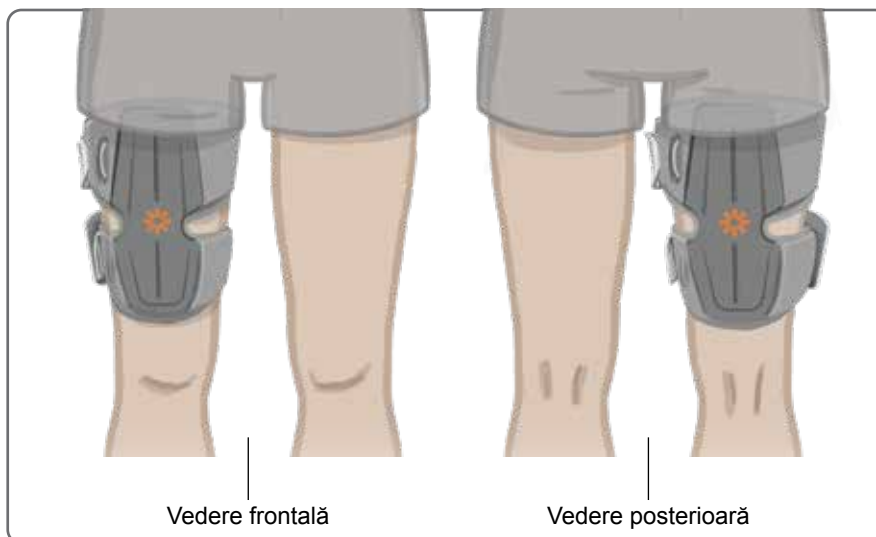

Figura 8-18: Poziția corectă a jambierei Thigh:
5. Centrați puntea pe linia mediană a coapsei. Consultați Figura 8-18.
6. Strângeți benzile introducând catarama pentru benzi în cârligul atașat la panourile jambierei pentru coapsă. Consultați Figura 8-18. Dacă este necesar, măriți tensionarea benzilor prin reglarea elementelor de fixare a benzilor.